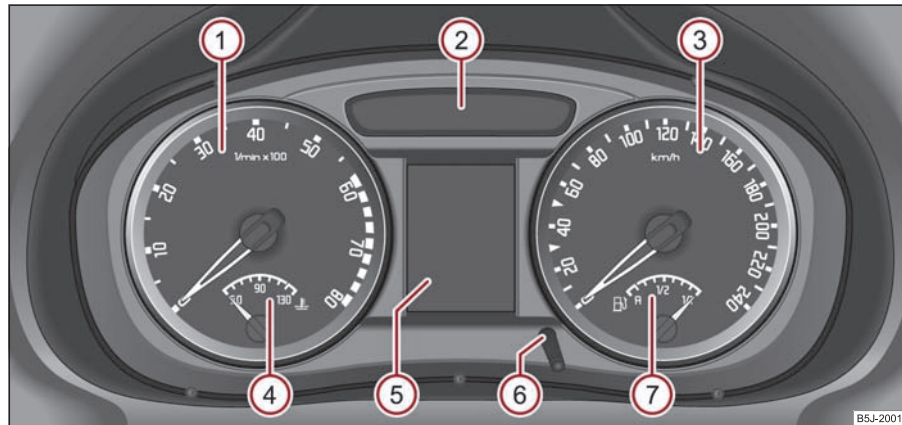
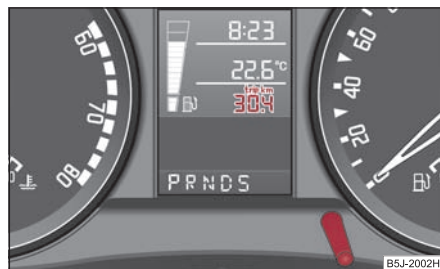

Abb. 18 Kombiinstrument
Abb. 19 Display: Zähler für zurückgelegte Fahrstrecke
Der Beginn des roten Bereiches im Drehzahlmesser ① ⇒ Abb. 18 kennzeichnet für alle Gänge die maximal zulässige Motordrehzahl des eingefahrenen und betriebswarmen Motors. Vor Erreichen dieses Bereichs schalten Sie in den nächst höheren Gang bzw. wechseln Sie bei automatischem Getriebe in die Wählhebelstellung **D**.
Die Kühlmitteltemperaturanzeige  ⇒ Seite 15, Abb. 18 arbeitet nur bei eingeschalteter Zündung.
Die Kraftstoffvorratsanzeige  ⇒ Seite 15, Abb. 18 arbeitet nur bei eingeschalteter Zündung.
Durch kurzes Drücken des Rückstellknopfs  ⇒ Seite 15, Abb. 18 können Sie zwischen dem Tages- und Gesamtzähler der zurückgelegten Fahrstrecke umschalten. Zum Erkennen, welcher Zähler für zurückgelegte Fahrstrecke auf dem Display gerade angezeigt wird, erscheint am Tageszähler über der Angabe zur gefahrenen Strecke **trip** ⇒ Abb. 19.
Zum Einstellen der Uhrzeit ist links unten neben dem Geschwindigkeitsmesser ein Rückstellknopf angebracht ⇒ Seite 15, Abb. 18.